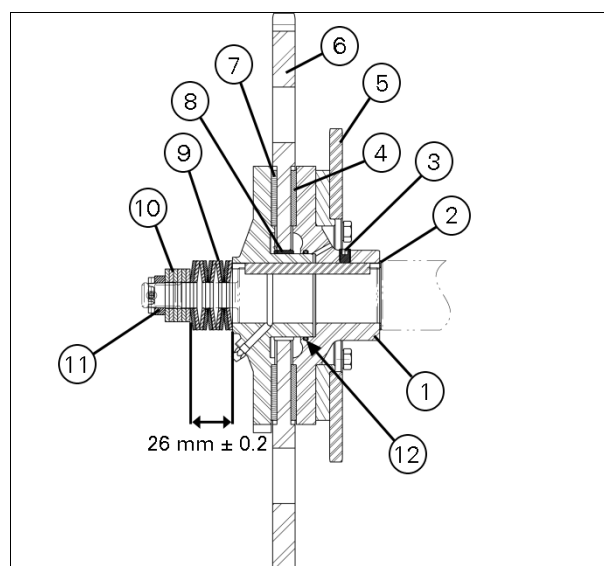

Рис. 2.
- ЗАПРЕЩАЕТСЯ смазывать подшипник скольжения (8) (рис. 2).
- Установите новое уплотнительное кольцо (12) (рис. 2) в ступицу муфты.
- Парно установите набор пружин (С) и плоский пружинный диск, как показано на (рис. 2) (9). Сожмите пружины до размера (X) = 26 мм ± 0,2.
- Установите необходимое количество промежуточных втулок (D), чтобы паз шплинта совпал с пазом гайки.
- Убедитесь, что звездочка (E) находится на одной линии со звездочкой промежуточного вала. При необходимости установите втулки в ступицу (F).
- После сборки через пресс-масленку запресуйте консистентную смазку, пока она не покажется в отверстии ступицы муфты (B).